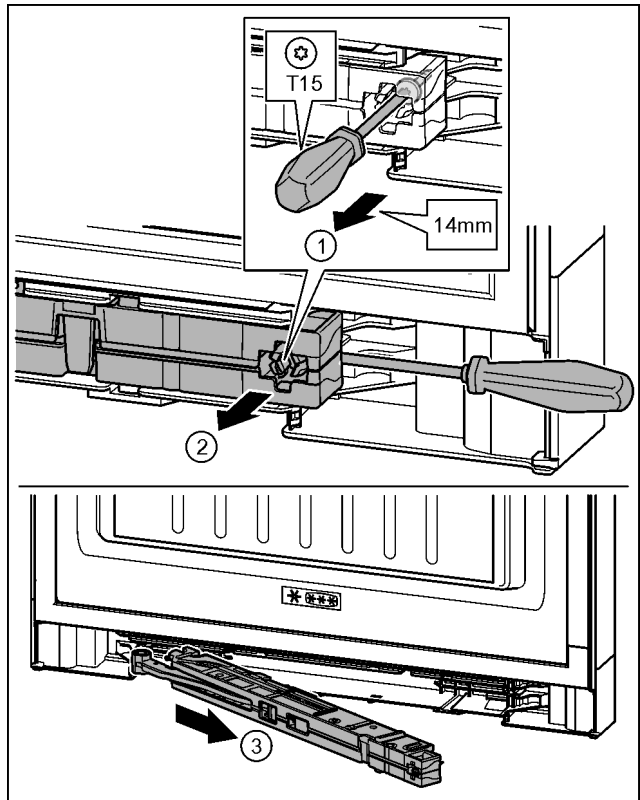

Fig. 21
- ▶ Schroef op de sluitdempeleenheid met schroevendraaier T15 ca. 14 mm losdraaien. Fig. 21 (1)
- ▶ De schroevendraaier aan de kant van de greep achter de sluitdempeleenheid aanbrengen. Eenheid naar voren draaien. Fig. 21 (2)
- ▶ Eenheid eruit trekken. Fig. 21 (3)